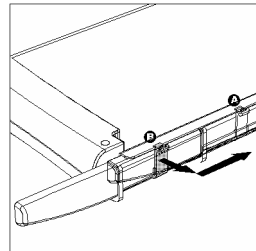

Bild 3
- 6 Um den Schneidehebeln nach verrichteter Arbeit wieder zu arretieren, drücken Sie den Hebel ganz nach unten, ziehen Sie die Verriegelung in Position B nach rechts ab und schieben Sie diese nach hinten in Position A (Bild 3).